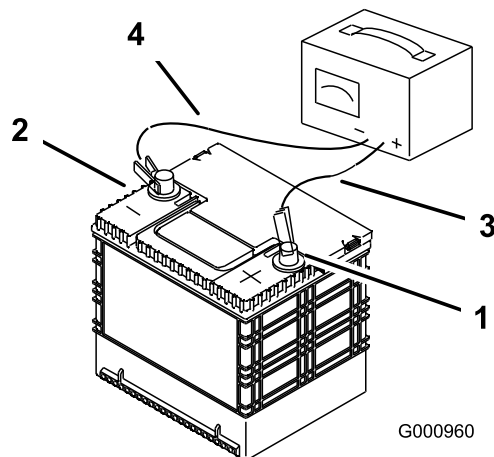

Figura 71
3. Quando a bateria estiver totalmente carregada, desligue o carregador da tomada elétrica e em seguida desligue os cabos do carregador dos bornes da bateria (Figura 71).